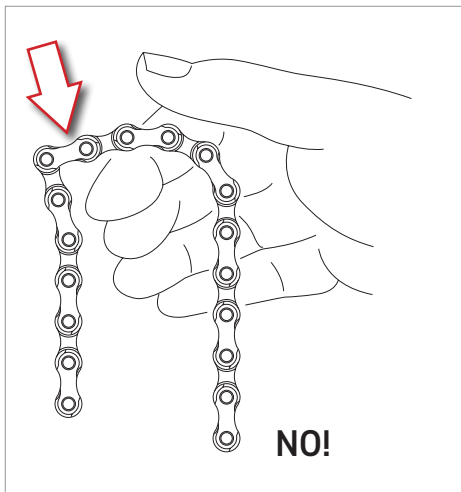

Fig.21
- Verificare che la chiusura della catena non presenti un "punto duro" o maglie che non scorrano liberamente (Fig. 21).